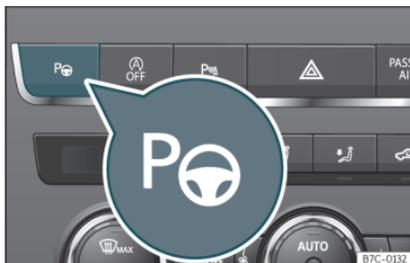

Fig. 177 Nella parte superiore della console centrale: tasto per inserire l'assistente di parcheggio.
I componenti dell'assistente di parcheggio sono i sensori ad ultrasuoni situati nel paraurti anteriore e posteriore, il tasto **P**»» fig. 177 per attivare e disattivare il sistema e le indicazioni del display del quadro strumenti.
Dopo aver attivato l'assistente di parcheggio, quando viene rilevato uno spazio di parcheggio nel display del quadro strumenti compare una modalità di parcheggio. L'assistente di parcheggio seleziona automaticamente la modalità di parcheggio. La modalità selezionata viene visualizzata sul display del quadro strumenti»  fig. 178 . Viene mostrata anche la visualizzazione ridotta delle altre modalità di parcheggio possibili»  fig. 179 . Se la modalità selezionata dal sistema non corrisponde a quella desiderata, si può selezionare un'altra modalità premendo nuovamente il tasto  »  fig. 177 .
• Premere il tasto **P**» **fig. 177**. Quando il sistema è inserito, si accende la spia integrata nel tasto **P**.